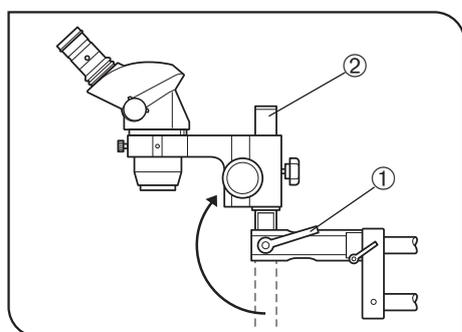

fig. 20
5. Quando observar uma amostra de grandes dimensões ou utilizar uma objectiva auxiliar com uma longa distância de trabalho, solte a alavanca de aperto da inclinação ①, rode o veio de montagem ② cerca de 180° de modo a que este aponte para cima e instale o corpo do microscópio por cima do braço horizontal. (fig. 20)